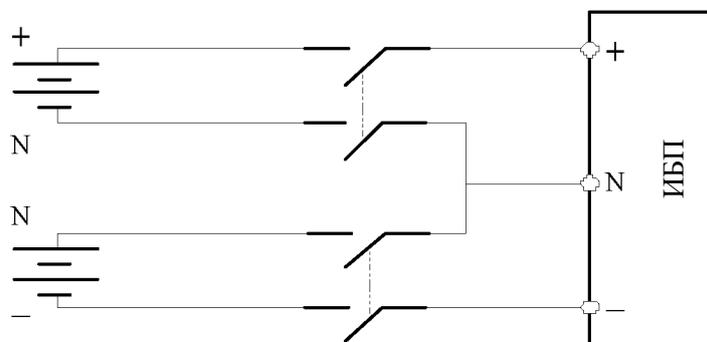

Рисунок 7-1. Схема подключения батарей, выключателя батарей и ИБП (четырёхпроводное подключение батарей)
1. Если внешние батареи имеют независимые группы положительных и отрицательных отводов (от батареи отходят 4 провода), из-за ограничения номинального тока для ИБП рекомендуется использовать один 4-полюсный автоматический выключатель постоянного тока в литом корпусе (номинальное напряжение постоянного тока автоматического выключателя должно быть равно 250, 500 или 750 В постоянного тока для 1, 2 или 3 полюсов соответственно, а номинальная предельная отключающая способность при коротком замыкании должна составлять 35 кА) или два 2-полюсных автоматических выключателя постоянного тока в литом корпусе (номинальное напряжение постоянного тока одного автоматического выключателя должно быть равно 250 или 500 В постоянного тока для 1 или 2 полюсов соответственно, а номинальная предельная отключающая способность при коротком замыкании должна составлять 35 кА). Схему подключения батарей, выключателя батарей и ИБП см. на рис. 7-1.